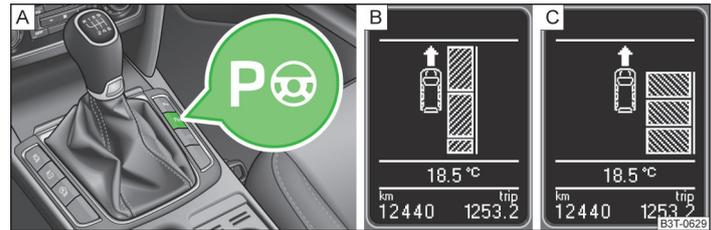

Abb. 133 Systemtaste / Displayanzeige
Bei aktiviertem System leuchtet in der Taste die Kontrollleuchte  » Abb. 133 auf Seite 161 - .
- **Einmal** die Symboltaste » Abb. 133 drücken.
Im Display wird Folgendes angezeigt » Abb. 133 - [B].
- **Zweimal** die Symboltaste » Abb. 133 drücken.
Im Display wird Folgendes angezeigt » Abb. 133 - [C].
- Einmal die Symboltaste  » Abb. 133 auf Seite 161 drücken.